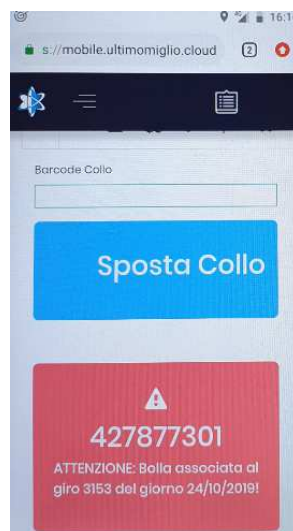

Figura 11
1. Conferma che il collo letto verrà portato in consegna, tramite la pressione del tasto "SPOSTA COLLO" (Figura 11)